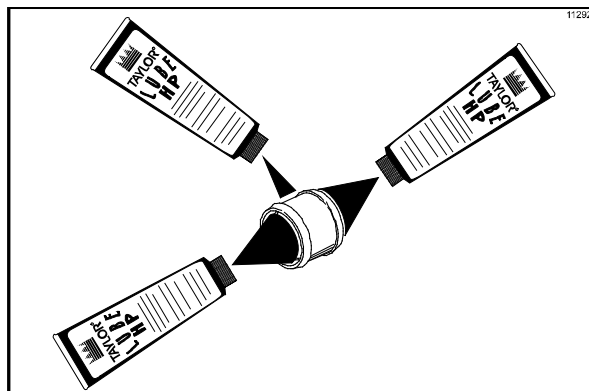

Figure 116
6. Lubrifier le tour extérieur du joint de l'arbre du centrifugeur. Remplir les récipients à chaque bout du joint de lubrifiant (Cf. Figure 116).